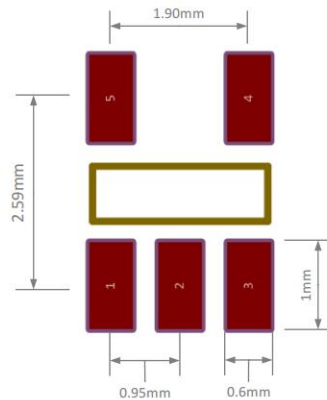

图 2 封装 SOT_PDS
按照图 2 给出的封装设计要求，设计 PDS 器件的封装，并将封装命名为 SOT_PDS，设计完成后保存，并将其与试题一中定义的器件 PDS 相关联。
- 焊盘形状均为矩形，按照图 2 给出的顺序排列。